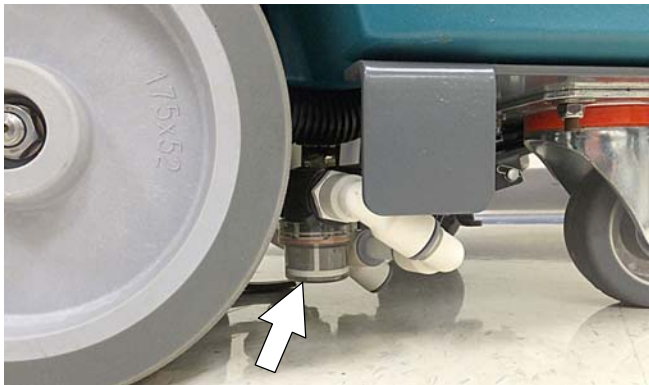

ABB. 141
2. Entleeren Sie das Wasser aus dem Filter des Lösungstanks, der sich unter der Maschine befindet. Filter austauschen. (Siehe Abbildung 141).